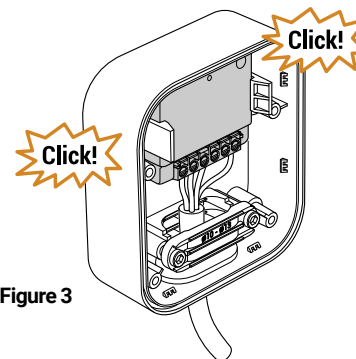

Figure 3
- 4 Clipser le module dans le boîtier - voir **figure 3**.